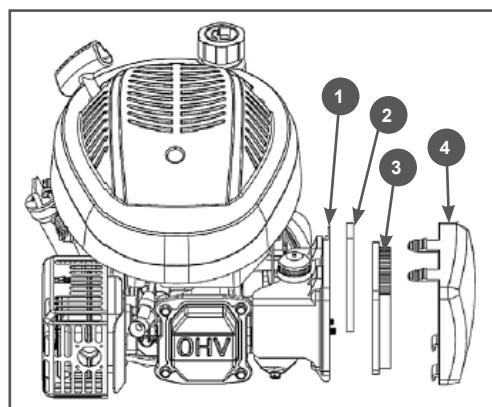

Рис. 16 Обслуживание воздушного фильтра
1. Снимите крышку воздушного фильтра 4 (Рис.16).
2. Извлеките из корпуса 1 фильтрующие элементы 2,3 (Рис. 16).
4. При незначительном загрязнении промойте поролоновый фильтрующий элемент 2 (Рис.16) теплым мыльным раствором и просушите. Поврежденный или сильно загрязненный поролоновый фильтрующий элемент замените.
Бумажный фильтрующий элемент 3 (Рис.16) не подлежит очистке, необходима его замена. Не продувайте бумажный фильтрующий элемент сжатым воздухом, не промывайте его в бензине и других растворителях.